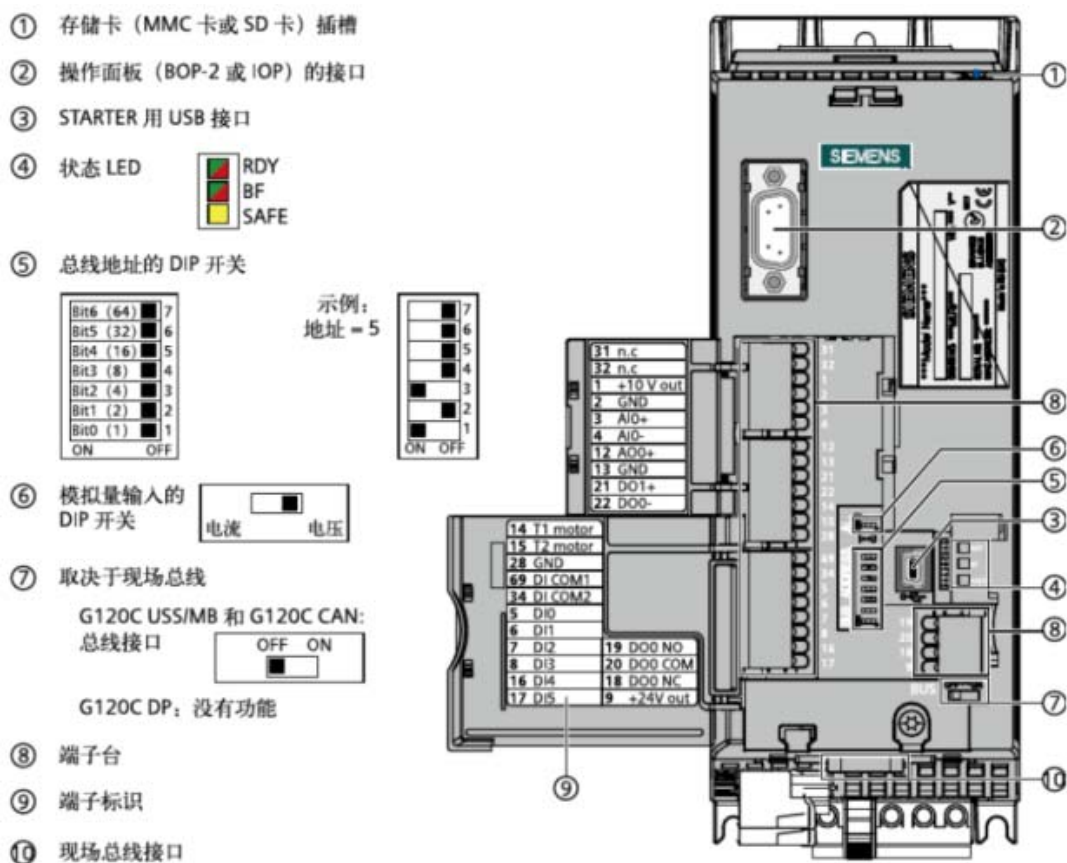

图1
- ① 变频器的面板说明如下。需将模拟量输入的拨码开关调节到“I”，即电流控制。具体可参考图1中6的标示位置及说明。
- ② 启动电源，变频器自检完成后，显示主菜单界面。使用【▲】、【▼】键将光标移动到“SETUP”，按【OK】键进入恢复出厂设置。屏幕显示“BUSY”表示参数正在修改中；屏幕显示“DONE”表示完成。使用【▲】、【▼】键将光标移动到“RESET”，按【OK】键，使用【▲】、【▼】键将选择到“YES”，按【OK】键恢复出厂设置。
- ③ 恢复出厂设置完成后，按【ESC】键返回到主菜单界面。使用【▲】、【▼】键将光标移动到“PARAMS”，按【OK】键显示两种参数访问级别，使用【▲】、【▼】键将光标移动到标准访问级别“STANDARD”，按【OK】键进入。
- ④ 使用【▲】、【▼】键调节到需调节的参数界面，按【OK】键进入设置值界面，使用【▲】、【▼】键调节设置值的大小，再按【OK】键确认修改及保存修改。